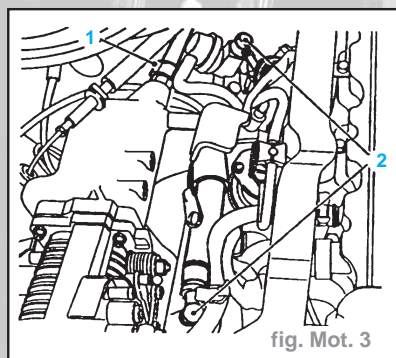

fig. Mot. 3
- Déposer la canalisation à dépression de servofrein (1) du collecteur d'admission) (fig. Mot. 3).
- Déposer les canalisations de carburant (2) de la rampe d'injection de carburant.